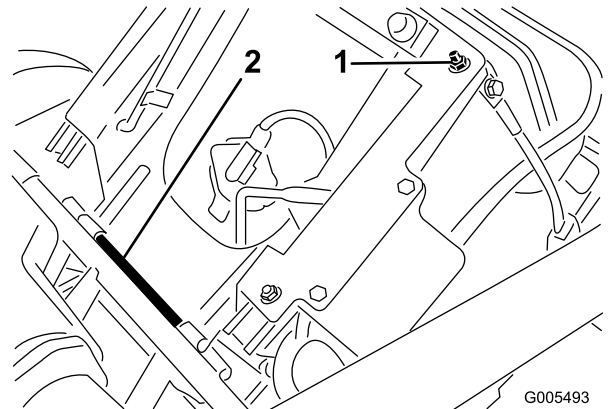

Figura 5
1. Retire a porca de bloqueio (Figura 5) e o suporte do banco (utilizado para envio) que está preso ao parafuso de ajuste do banco atrás do lado direito e elimine-os. Suporte não ilustrado.
2. Retire o contrapino e a haste de articulação do banco que prendem o banco (posição de envio). Retire o banco (Figura 5). Deite fora o contrapino.